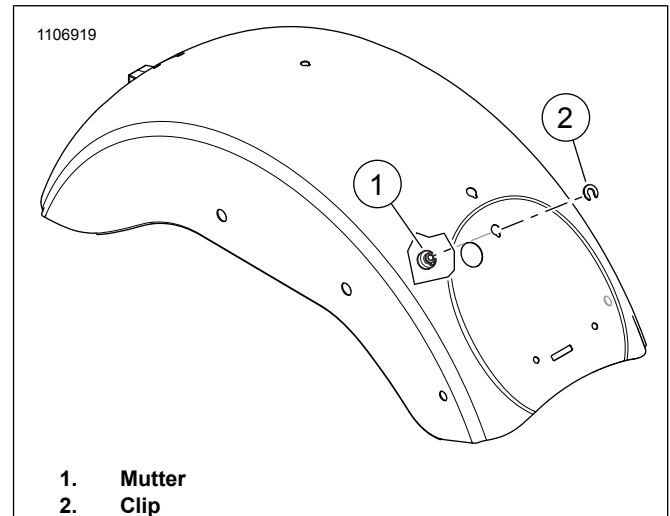

Abbildung 1. Schutzblechmutter (typisch)
3. Siehe Abbildung 1. Sitz-Clip (2) und Sicherungsmutter (1) entfernen.